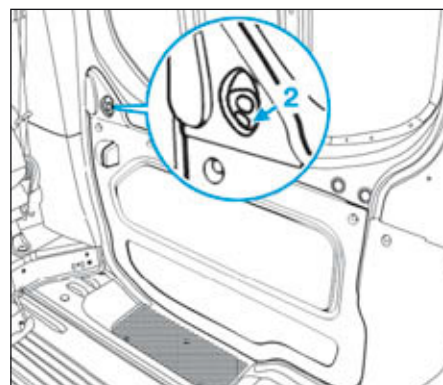

FIG.40
Lors de la repose de la garniture de porte latérale coulissante. Vérifier le bon centrage du bouton de condamnation centralisée (2) (Fig.40).